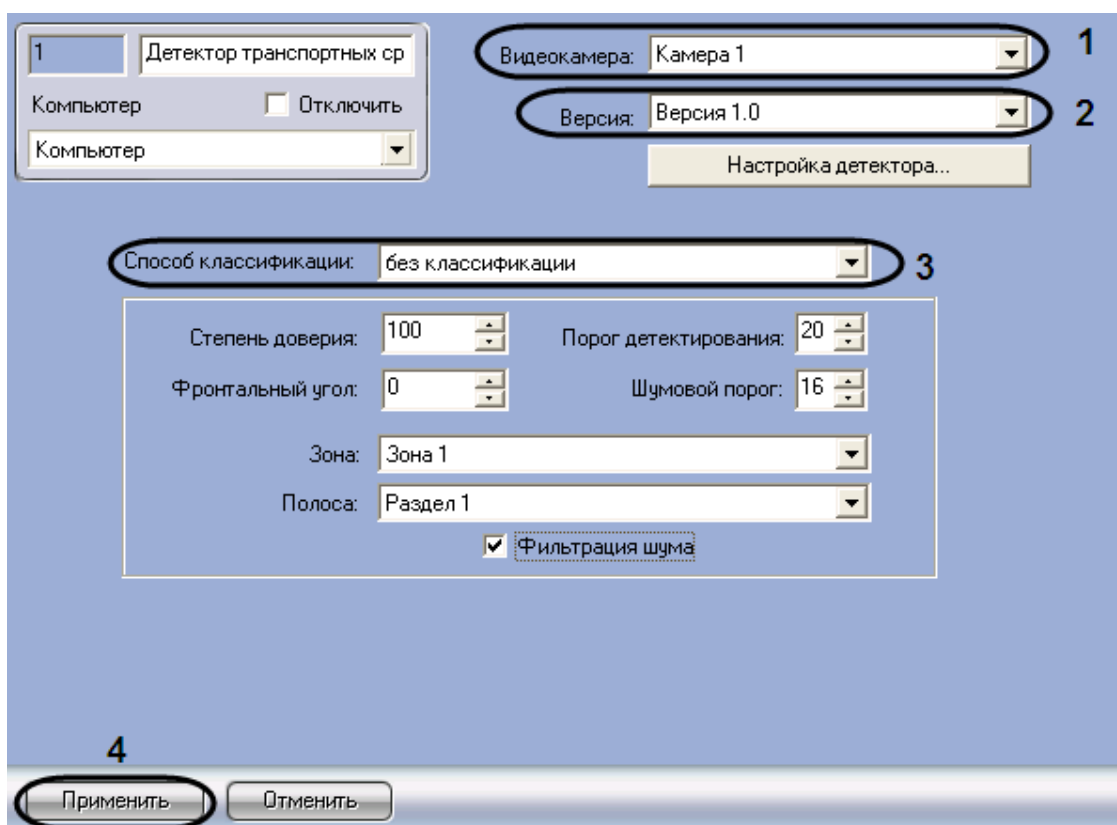

Рис. 7.6-2. Задание параметров детектора транспортных средств
1. Перейти на панель настройки объекта «Детектор транспортных средств» (см. Рис. 7.6-2)
- Из раскрывающегося списка «Видеокамера» выбрать объект «Камера», соответствующий видеокамере детектора транспортных средств (см. Рис. 7.6-2, 1)
- Из раскрывающегося списка «Версия» выбрать требуемую версию детектора (см. Рис. 7.6-2, 2)
- Из раскрывающегося списка «Способ классификации» выбрать требуемый способ классификации детектируемых транспортных средств для занесения информации в базу данных процессора транспортного потока (см. Рис. 7.6-2, 3)
- Для сохранения внесенных изменений нажать кнопку «Применить» (см. Рис. 7.6-2, 4)